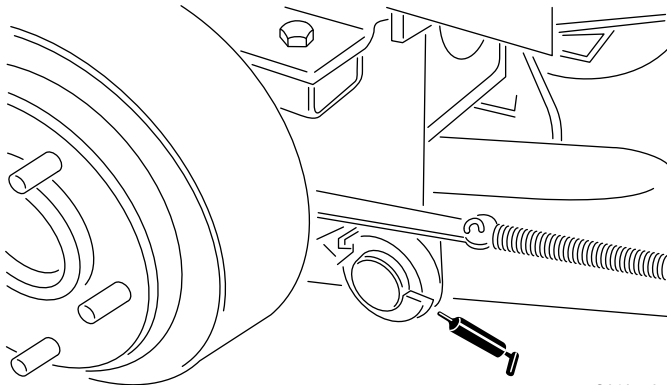

Figura 18
- Perni dei bracci di sollevamento, posteriori (2) (Figura 18)